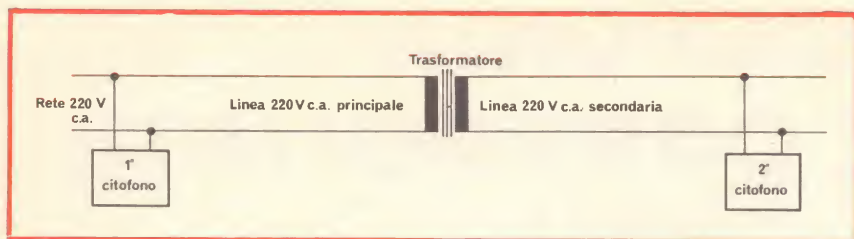

Fig. 3 - Linea con ostacolo di trasformatore, cioè linea non idonea al collegamento di due citofoni.
1) La linea c.a. 220 V di alimentazione non è in continuità resistiva, cioè i 2 citofoni vedono tra loro uno o più trasformatori (vedi disegno di fig. 3).